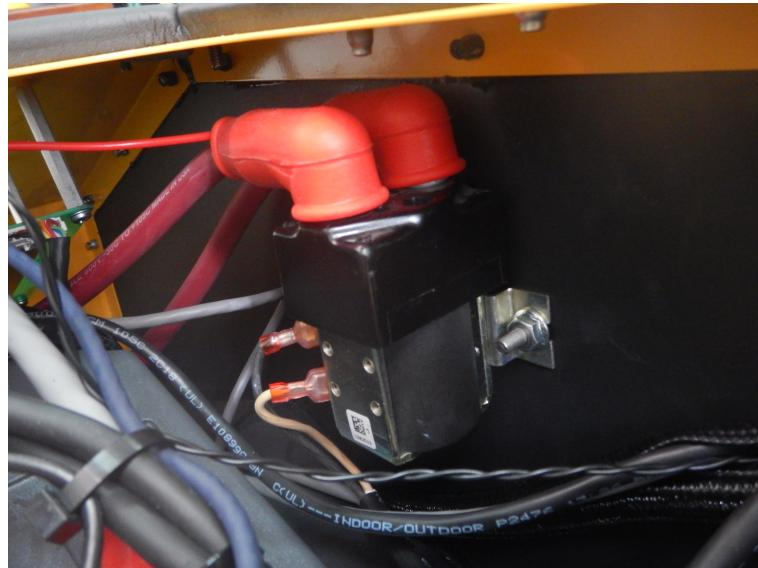

Figura 13 – Relé de linha
- Relé de linha: O relé de linha é responsável pela alimentação do módulo Sevcon (Figura 13).
- Ainda no controle remoto Kar-tech pressione “GO”. Nesse momento deve ser ouvido o barulho dos relés de linha (Figura 13) atracando.